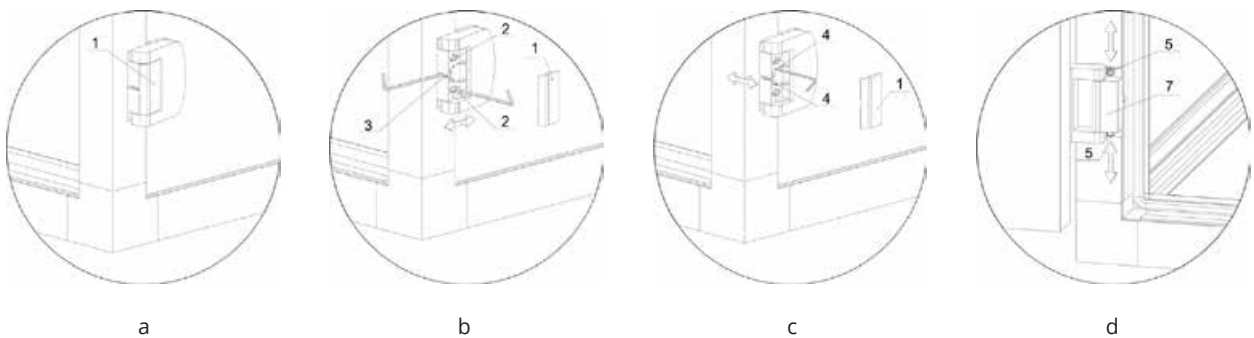

Abbildung 7.5.3 (a, b, c, d) – Scharniereinstellungssequenz
Scharnier-Einstellung (Abbildung 7.5.3):
1. Scharnierdeckel 1 entfernen (Abbildung 7.5.3 a).
2. Die beiden Schrauben 2 zur Befestigung der mobilen Komponente lösen (Abbildung 7.5.3 b).
4. Drehen Sie die Schraube 4 zur Einstellung der Dichtungskompression (Abbildung 7.5.3 c).
7. Blechschrauben 5 lösen (Abbildung 7.5.3 d).